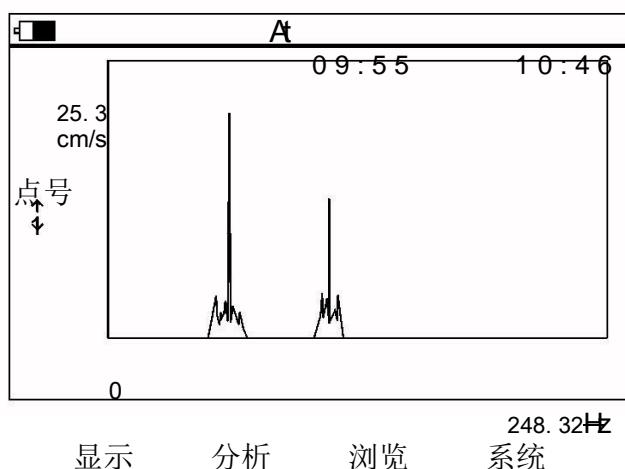

图 5-2 频谱图
对测量结果进行“诊断”时选择该项，仪器绘制频谱图如下图 5-2。
- 警戒值：用户设置了警戒值，仪器将绘制柱状图以便于用户对设备运行情况的好坏有着直观的认识。当被测值超过报警值时，请求进入“诊断”，液晶显示如图 5-2。
有普通型、专用型、频谱型。普通显示方式见表 5-1，例见图 5-8；专用显示方式见表 5-2，例见图 5-9；频谱显示方式见图 5-2。